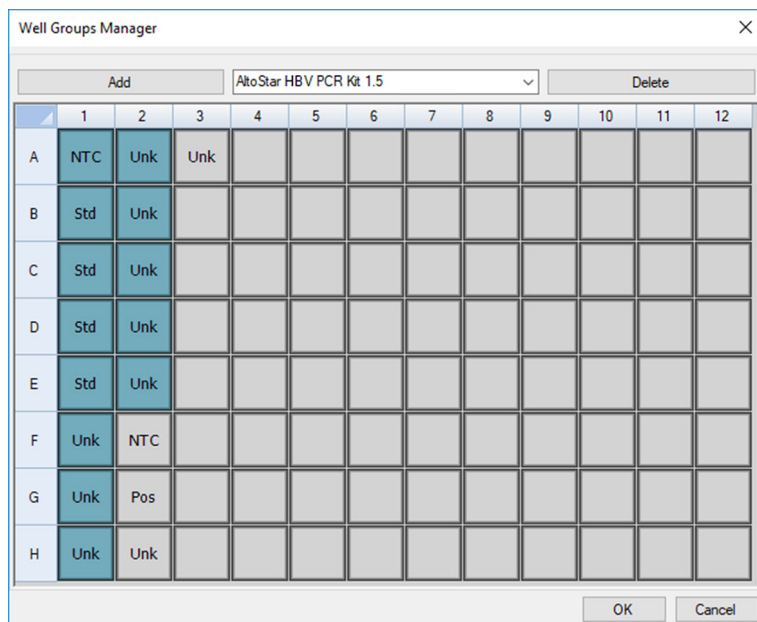

Figura 30: Cuadro de diálogo Well Groups Manager (gestor de grupos de pocillos)
2. En el cuadro de diálogo **Plate Editor** (editor de placa), haga clic en **Well Groups...** (grupos de pocillos...) en la barra de herramientas. Se muestra el cuadro de diálogo **Well Groups Manager** (gestor de grupos de pocillos) (consulte la Figura 30).
- Seleccione todos los pocillos en el área de la PCR Plate (placa PCR) que pertenezcan al primer ensayo (consulte la Figura 30). Los pocillos que pertenecen a un ensayo individual pueden identificarse en el cuadro de diálogo **Plate Editor** (editor de placa) mediante la entrada del campo **Biological Set** (conjunto biológico).